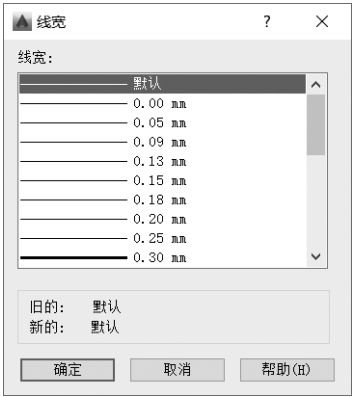

图 4-12 “线宽”对话框
- “线宽”：用于显示各图层的图线宽度。如果要改变某一图层的线宽，单击该层的线宽名称，打开“线宽”对话框，如图 4-12 所示。在该对话框中选择一种线宽，单击“确定”按钮，完成改变线宽操作。